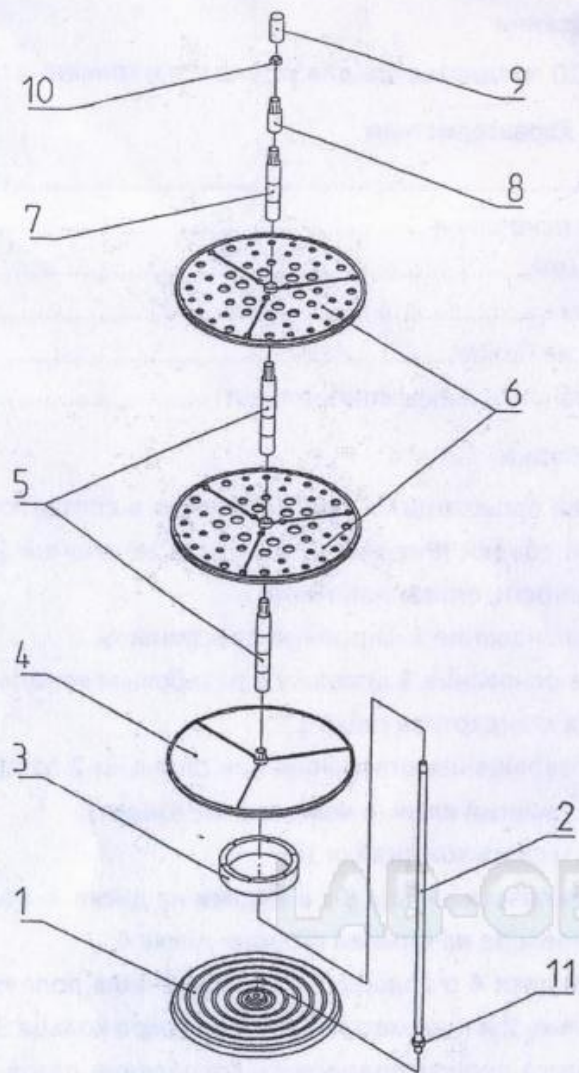
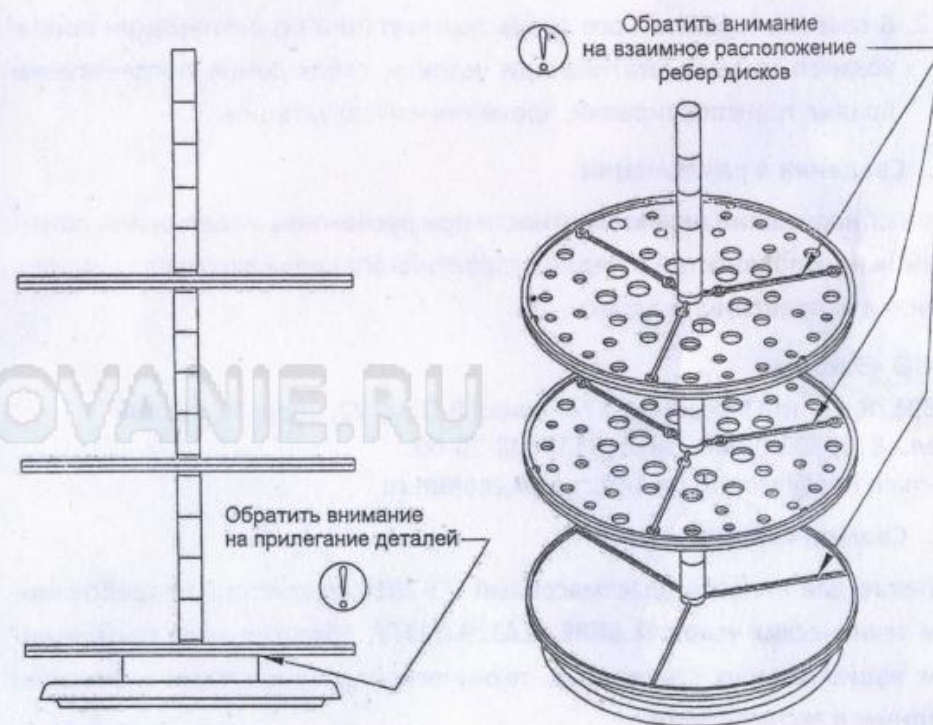

Рисунок 1
Рисунок 2
Сборка штатива производится пользователем в соответствии с прилагаемой схемой сборки (Рисунок 1) с учётом замечаний (Рисунок 2), в последовательности, описанной ниже.
- 3.6. Удерживая диск 4 и кольцо 3 в совмещённом положении, надеть их на шпильку 2 и переместить вниз до упора кольца 3 в основание 1. После этого проконтролировать совпадение пазов кольца и рёбер на диске (Рисунок 2).
- 3.8. Установить первый диск 6 фирменным логотипом вверх. При этом вращением подобрать такое его положение, в котором рёбра дисков 4 и 6 совпадают (Рисунок 2).
- 3.10. Установить второй диск 6 фирменным логотипом вверх. При этом так же вращением подобрать такое его положение, в котором ребра обоих дисков 6 совпадают (Рисунок 2).